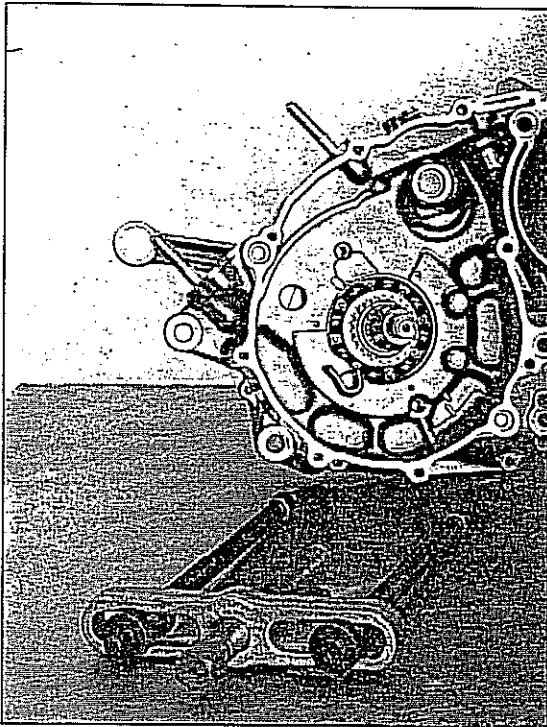

Bild 118
- Zeigt sich die Welle unwillig zu weichen, handelsüblichen Abdrücker (siehe Bild 118) verwenden. Keine schlagartigen Drücke auf die Welle geben, falls das Lager wiederverwendet werden soll. Auf dem Yamaha-Ersatzteilweg ist es nur komplett mit Kurbelwelle und Pleuel zu erhalten.